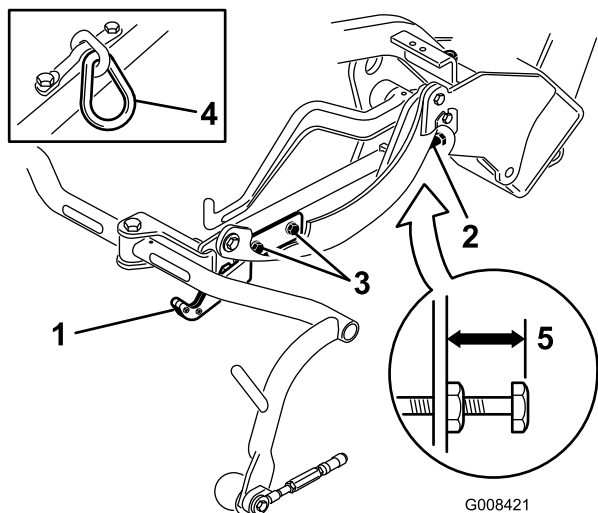
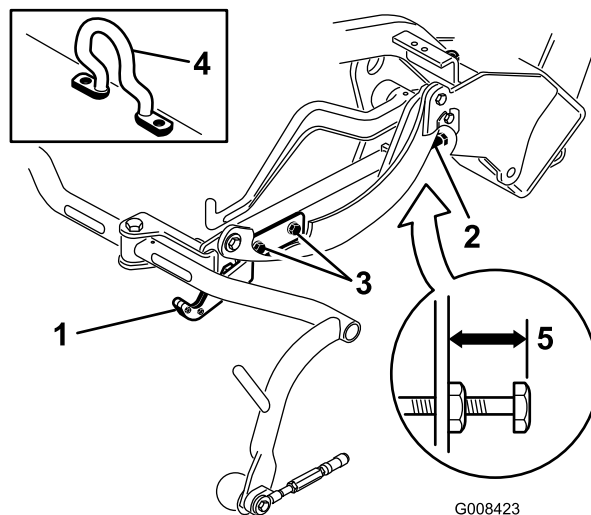
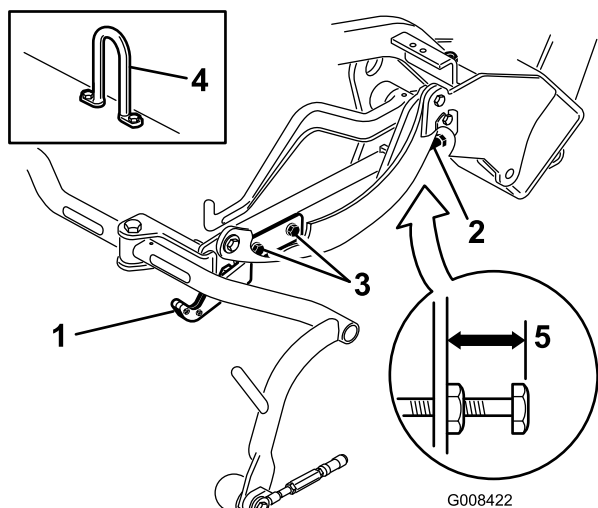

Figura 19
Figura 21
Figura 20
Controllate l'altezza di trasferimento (Figura 19 e Figura 20) e, se necessario, regolatela.
2. Sugli apparati di taglio dotati di anello o di gancio di sollevamento diritto (Figura 19 e Figura 20, da applicare), verificate che la distanza tra la parte superiore della vite di regolazione del telaio portante e la parte posteriore del telaio portante sia di 22 mm. Se la distanza non è di 22 mm, passate al punto 4. Se l'elemento di taglio è dotato di gancio di sollevamento sfasato (Figura 21), passate al prossimo punto.
- Sugli apparati di taglio dotati di gancio di sollevamento sfalsato (Figura 21, da applicare), verificate che la distanza tra la parte superiore della vite di regolazione del telaio portante e la parte posteriore del telaio portante sia di 25 mm. Se la distanza non è di 25 mm, passate al punto 4.
- Allentate le viti di montaggio della piastra di trasferimento (Figura 19, Figura 20 e Figura 21).
- Se i telai portanti non si trovano alla stessa altezza, allentate il controdado della vite di regolazione del telaio portante (Figura 19, Figura 20 e Figura 21). Ruotate la vite, svitandola per sollevare il telaio e avvitando per abbassarlo. Una volta ottenuta l'altezza desiderata, serrate il controdado.